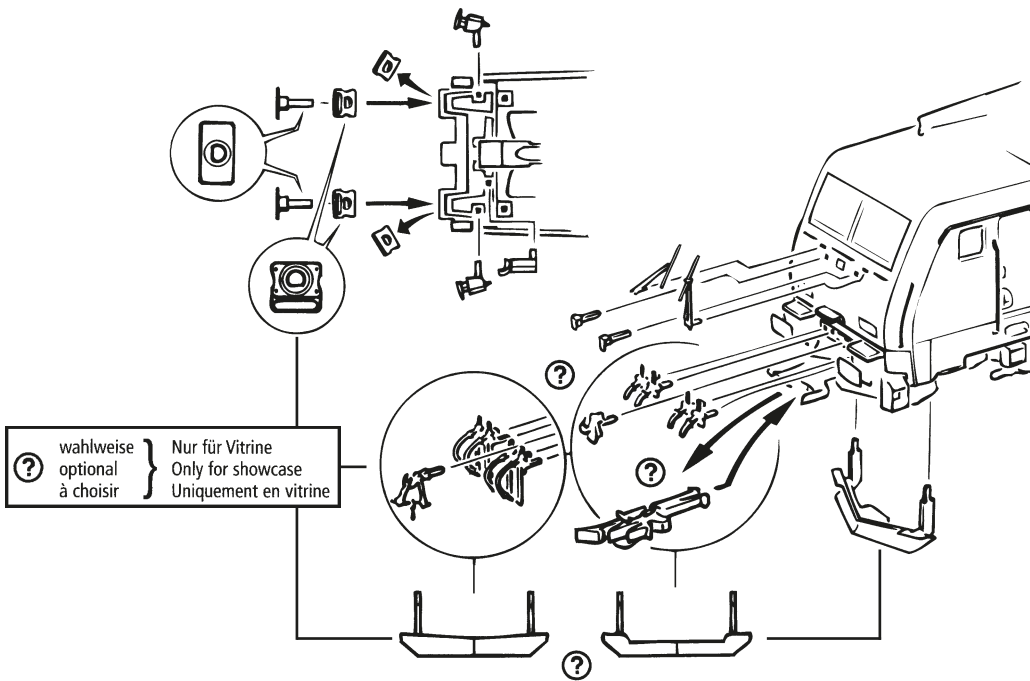

Fig. 3
1. Reinigung der Radstromkontakte: Radstromkontakte können auf unsauberen Schienen leicht verschmutzen. Entfernen Sie **vorsichtig** mit einem kleinen Pinsel **den Schmutz** an den in Fig. 3 gekennzeichneten Stellen.
1. Cleaning of wheel contacts: Wheel contacts easily get dirty on tracks which are not entirely clean. Use a small brush to **remove dirt** from spots marked in fig. 3.
Verwijder met een penseel het rail op de aan-ge-geven plaatsen (Fig. 3).
Les lames de contacts risquent de s'encrasser rapidement sur des voies poussiéreuses. Veuillez **enlever la poussière** aux endroits marqués à la fig. 3 à l'aide d'un petit pinceau souple.